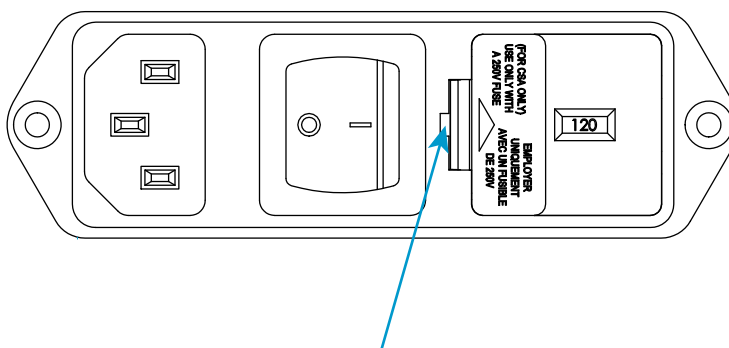

図5. ヒューズホルダの引き出し
1. 電源スイッチがオフ (0) 位置にあることを確認し、電源から電源ケーブルを抜きます。フレームコントロールパネルでLEDが点灯していることを確認します。
2. 39 ページの 図 5 に示すスロットに小さなマイナスドライバを挿入し、ヒューズホルダを引き出します。